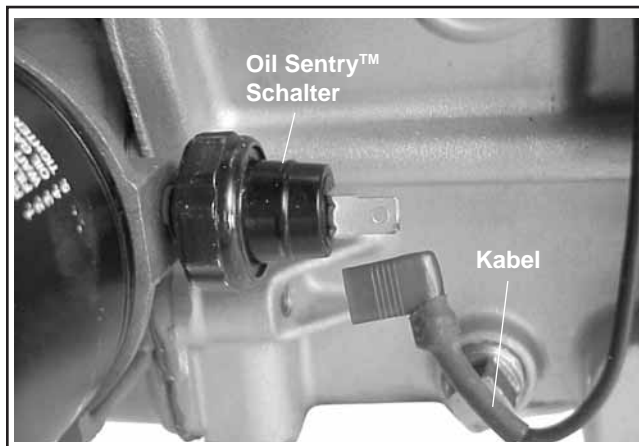

Abbildung 9-21. Oil Sentry™-Schalter ausbauen.
2. Entfernen Sie den Oil Sentry™-Schalter vom Ölfilteradapter oder dem Adapterteil der Lagerplatte. Siehe Abbildung 9-21.